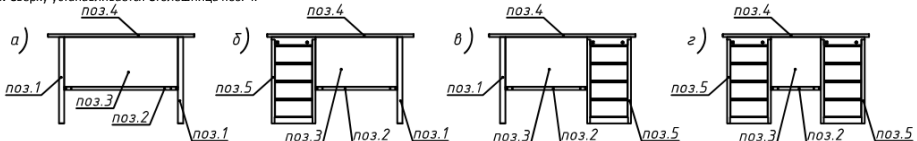

Рис. 1 Схема компоновки и устройства верстаков CL
3.1. Верстак (см. рис. 1) состоит из Опор поз. 1 или Тумб поз. 5, либо Опоры и Тумбы вместе.
- Прикрепить Полку поз. 2 к Опорам поз. 1 (см. рис. 3, а) или Тумбам поз. 5 (см. рис. 3, б), с помощью винтов К3 согласно своей схемы компоновки (см. рис. 1).